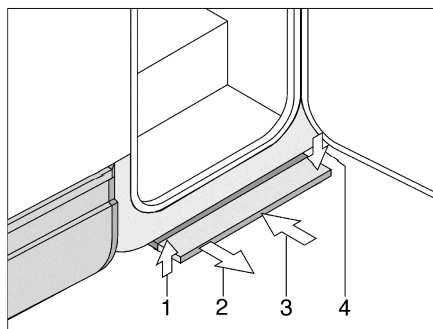

Fig. 5 Marchepied à commande mécanique
Sortir : ■ Tirer la marchepied vers l'avant (Fig. 5,2), jusqu'à ce qu'elle s'enclenche.
Rentrer : ■ Soulever légèrement le marchepied (Fig. 5,1).
■ Pousser le marchepied jusqu'à la butée sous le plancher du véhicule (Fig. 5,3)
Veillez à ce que le marchepied s'enclenche (Fig. 5,4).